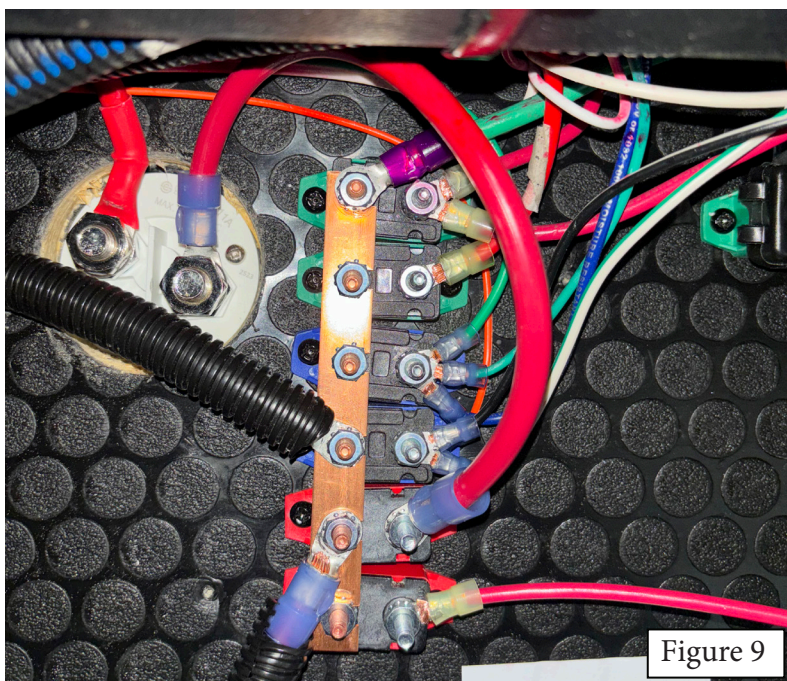

Figure 9
11. Fixez les cosses de fil aux mini-disjoncteurs conformément aux Figures 9 et 10 :